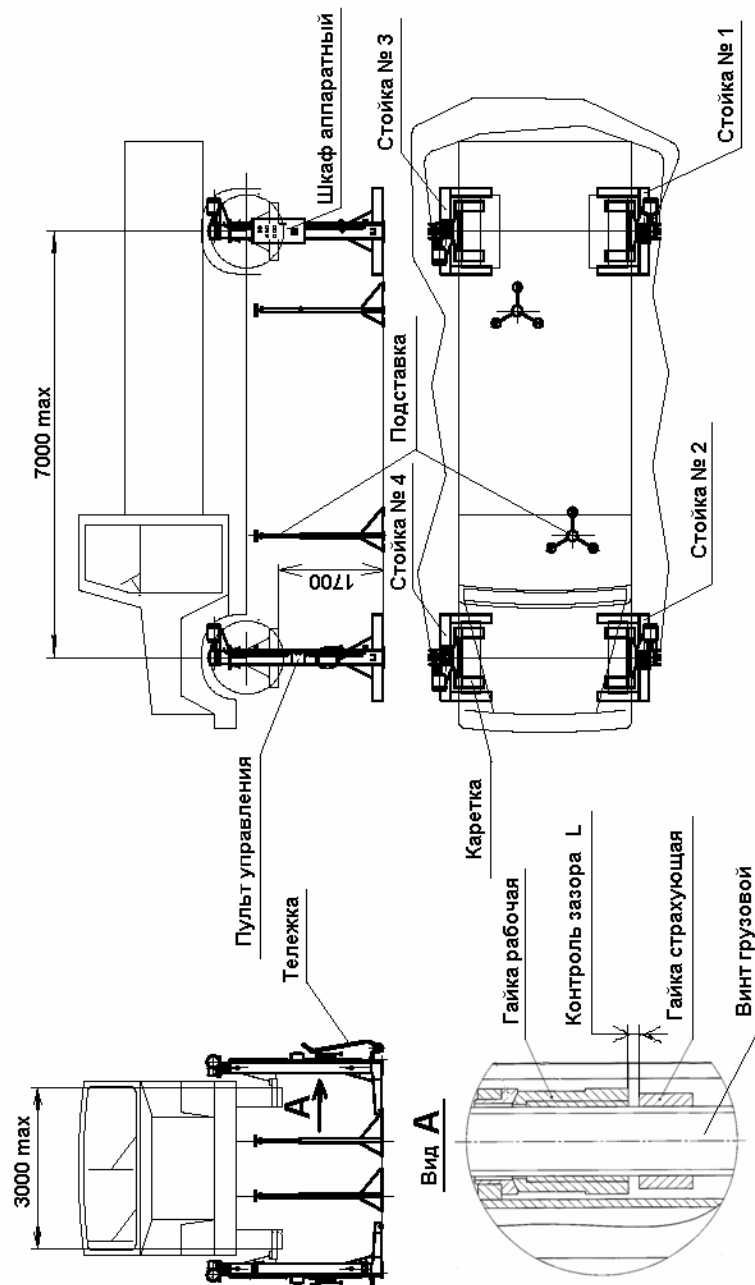
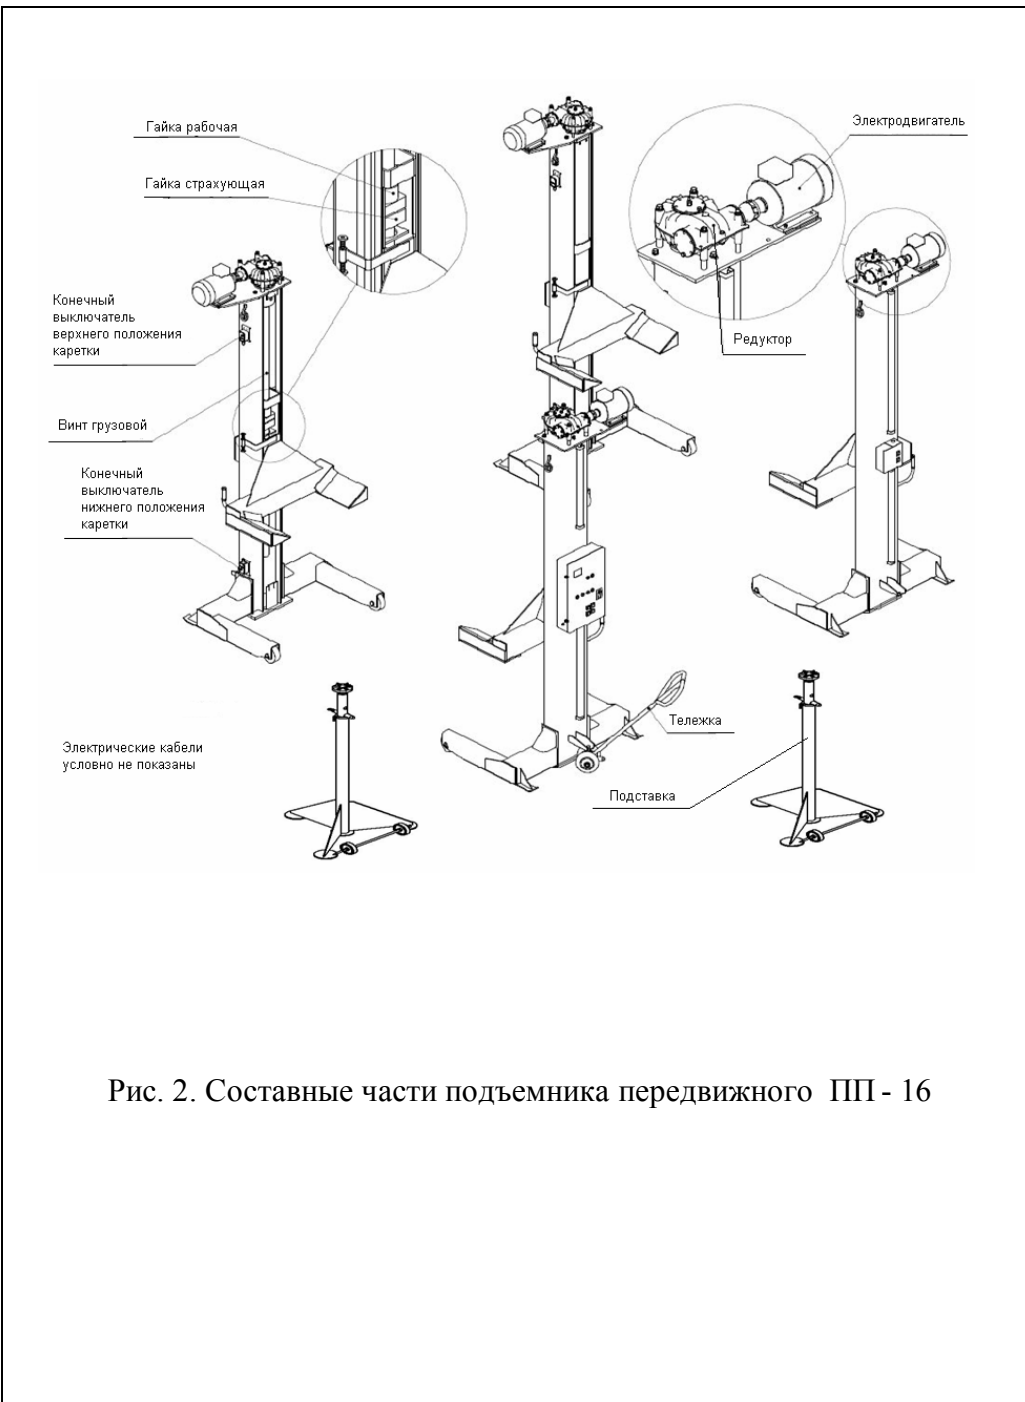

Рис. 1. Подъемник передвижной ПП - 16
Рис. 2. Составные части подъемника передвижного ПП - 16
4.1. Подъемник состоит из четырех стоек (см. Рис.1 и Рис.2), каждая из которых имеет электромеханический привод, каретку, грузовой винт, рабочую и страхующую гайки, конечные выключатели верхнего и нижнего положения кареток. На первой стойке установлен шкаф аппаратный, имеющий корпус с панелью электрооборудования, автоматический выключатель, лампочку «Сеть», «Авария», кнопки «Вверх» и «Вниз» для управления первой стойкой и кнопки «Вверх» и «Вниз» для управления всеми стойками одновременно. На остальных стойках установлены посты управления с кнопками «Вверх» и «Вниз» для управления данной стойкой.
5.23. При длительном ремонте и обслуживании на подъемнике под раму автомобиля или спец. места автобуса для страховки устанавливать подставки (см. Рис.1 и Рис. 2).